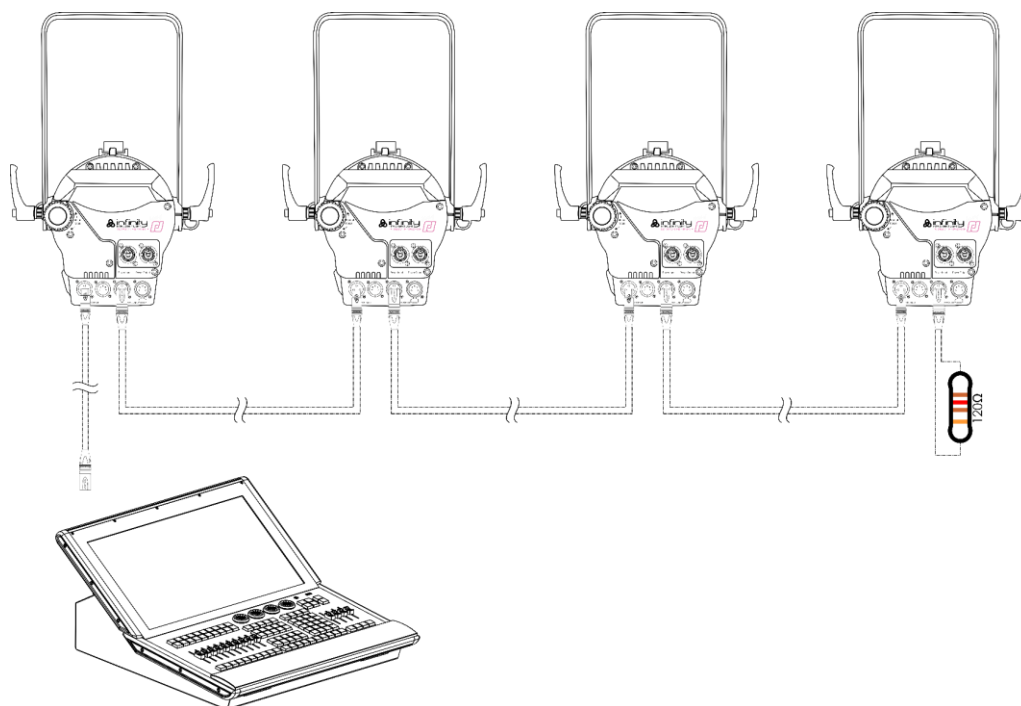

Fig. 04
- 05) Collegare le unità come indicato nella Fig. 04. Collegare un cavo di segnale DMX dall'uscita "out" DMX della prima unità all'ingresso "in" della seconda unità. Ripetere questo processo fino a collegare la seconda, la terza e la quarta unità.